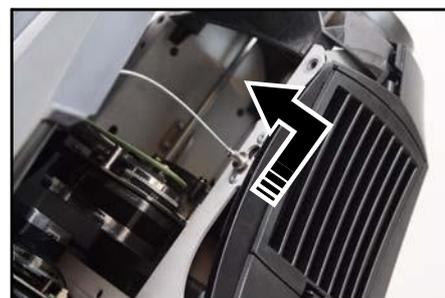

Рисунок 9: Доступ к головной части для осуществления сервисного обслуживания
3. См. рисунок 9. Расположить головную часть так, чтобы логотип Martin на задней стенке прибора смотрел точно вверх и активировать блокировку наклона (см. рисунок 1, стр. 6).